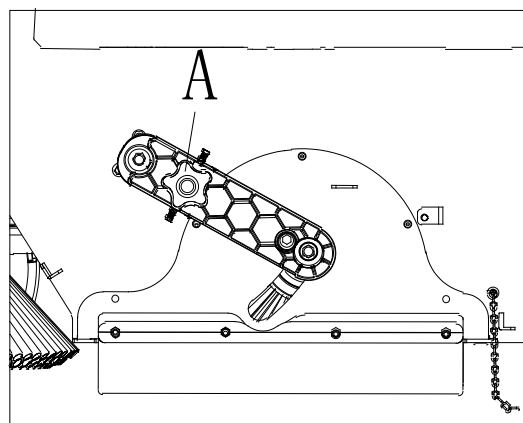
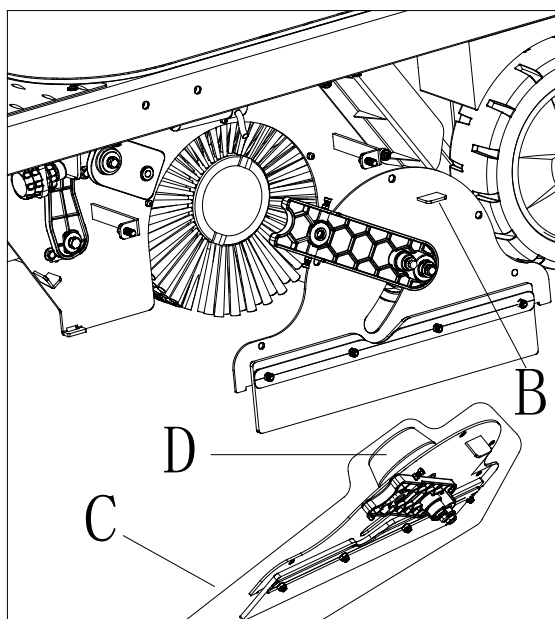

Figure 21
Figure 23
4. Dévisser le boulon du bouton (A, figure 21), maintenir (B, figure 23) et retirer l'ensemble du support gauche de la brosse principale (C, figure 23).
9. Installer le moyeu entraîné (D, figure 23) sur la brosse principale.
10. Installer l'ensemble du support gauche de la brosse principale (C, figure 23) et serrer le boulon du bouton (A, figure 21).